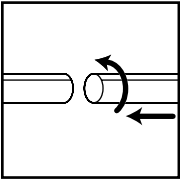

FIGURA 1
7. Acople uno de los accesorios de limpieza (dependiendo de lo que usted requiera para limpiar a las varillas de extensión. Tuerza ligeramente para apretar la conexión. **FIGURA 1.**